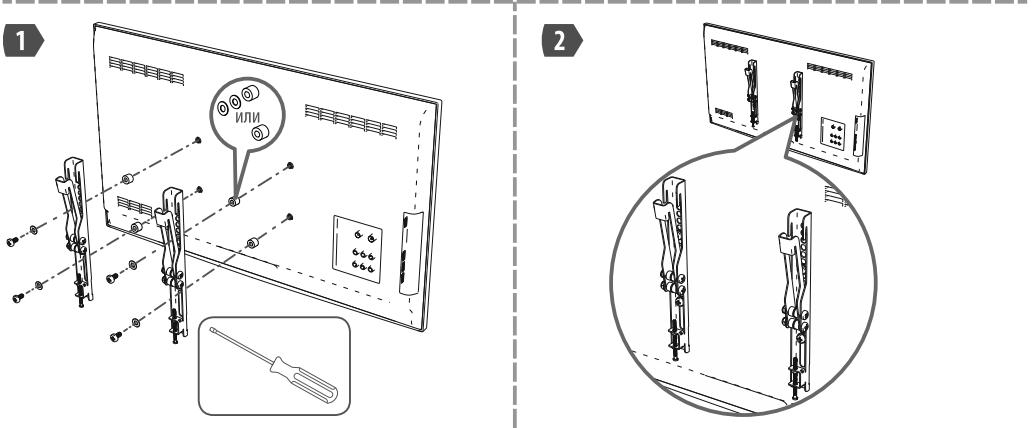

Рисунок 2. Установка держателей на телевизор
4.4 Установите оба держателя телевизора, подбрав необходимые винты из комплекта крепежа. Необходимый тип винта, как правило, указан в документации и на задней поверхности телевизора около крепежных отверстий VESA. При необходимости используйте шайбы и втулки (см. рис. 2).